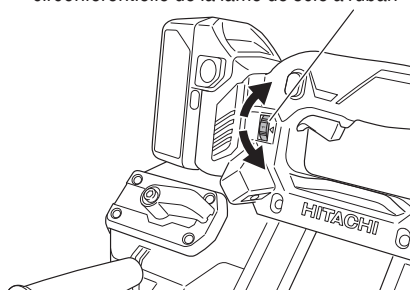

Fig. 11
- 8. Réglage de la vitesse de fonctionnement (Fig. 11)